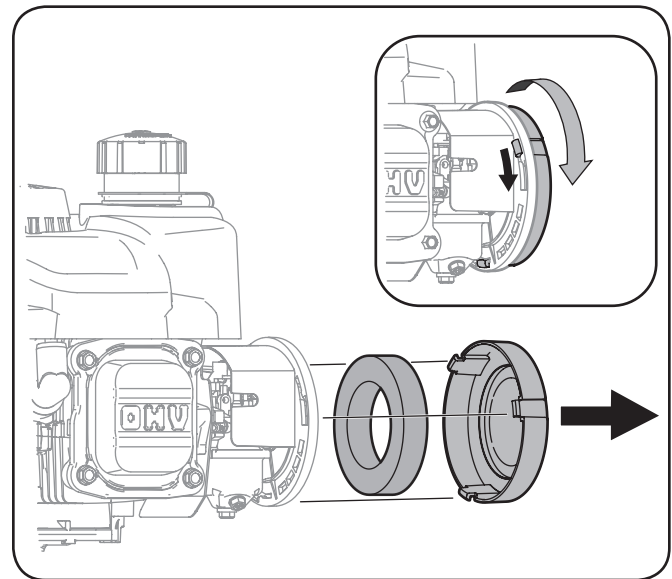

Figura 6-2
1. Quite el filtro de aire, apretando la frente y el dorso para liberar la lengüeta en la parte delantera de la cubierta del mismo. Véase la Figura 6-2. Limpieza de espuma o sustituir los elementos deteriorados.